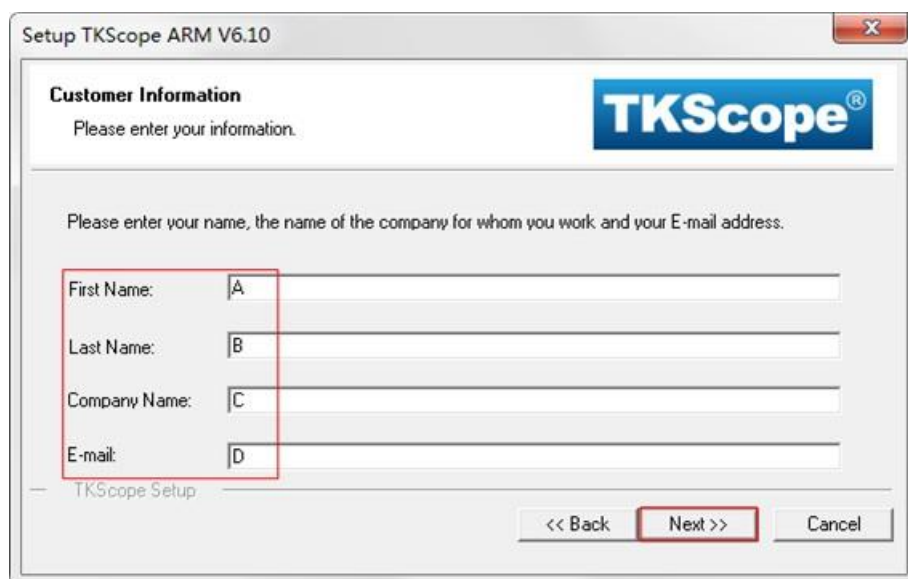

图 2.38 填写用户信息
- (5) 根据提示填入相关用户信息，然后点击【Next】，如图 2.38 所示。